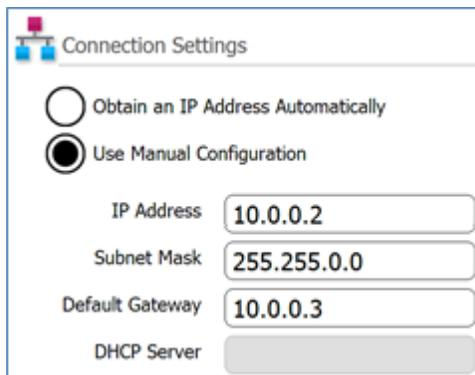

Figure 12 Paramètres de connexion
- d Dans les champs IP Address, Subnet Mask, et Default Gateway, entrez les valeurs affichées dans la **Figure 12**. Appuyez sur **OK**.